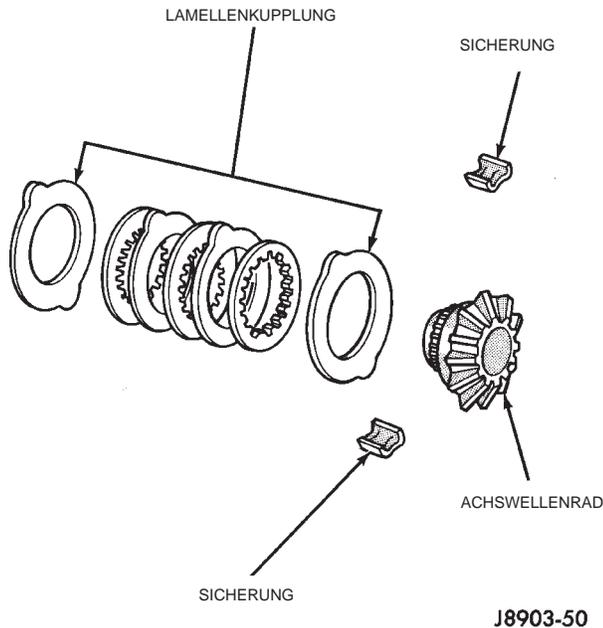
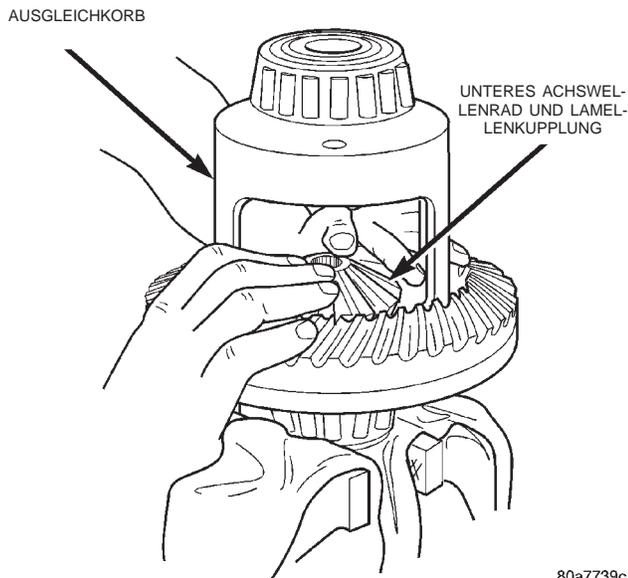

Abb. 54 Lamellenkupplung
Abb. 55 Lamellenkupplung und unteres Achswellenrad einbauen
(1) Die Lamellenkupplungen zusammensetzen und mit den Sicherungen befestigen (Abb. 54).
(2) Die Lamellenkupplungen an den Naben der Achswellenräder montieren.
(3) Lamellenkupplung und Achswellenrad auf der Tellerradseite im Ausgleichkorb montieren (Abb. 55). **Sicherstellen, daß die Sicherungen der Lamellenkupplungen richtig eingerastet sind und sich nicht lösen können.**
(4) Ausgleichkorb am Spezialwerkzeug 6963-A montieren.